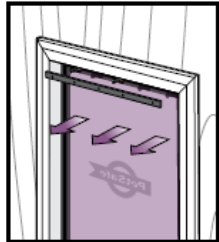

FIG. 14
2. Retire a aba e a aba de vinil (**Fig. 14**).